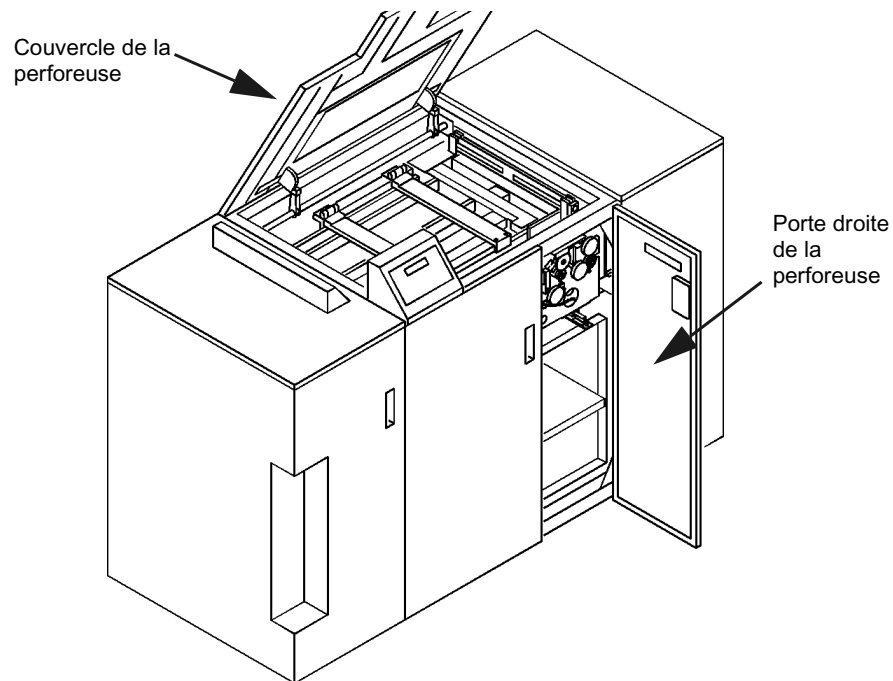

Figure 2-1: Ouverture de la porte et du couvercle de la perceuse
- 1 Ouvrez la porte droite de la perceuse, voir Figure 2-1.
- 2 Ouvrez le couvercle de la perceuse, voir Figure 2-1.